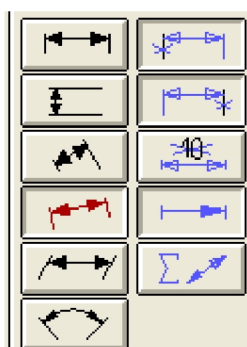

Рис.1.4. Подменю задания размеров
- в подменю установки размера (см. рис.1.4) установить наклонный размер  ; подавление выносных линий  ,  ; удаление первой стрелки  ;